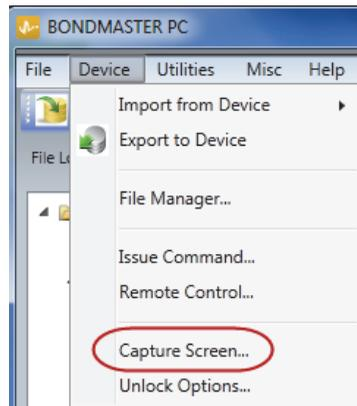

Figura 7-1 Menu do dispositivo BondMaster PC
3. No menu **Device**, selecione **Capture Screen** (veja Figura 7-1 na página 184).